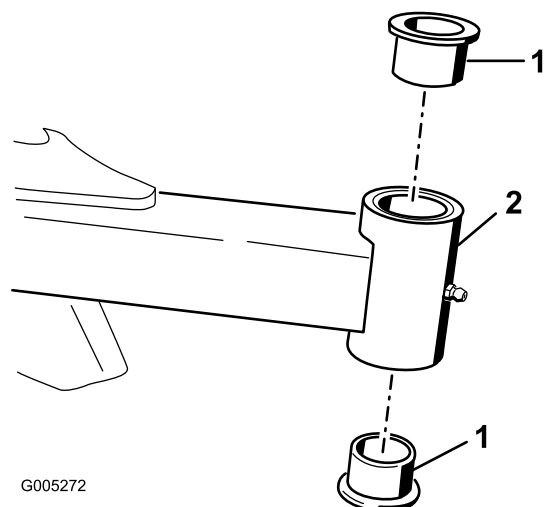

Figura 17
4. Inserire un punteruolo nella parte superiore o inferiore del tubo di fissaggio, e spingere la boccola fuori del tubo (Figura 17). Estrarre dal tubo anche l'altra boccola. Pulire l'interno dei tubi di fissaggio.